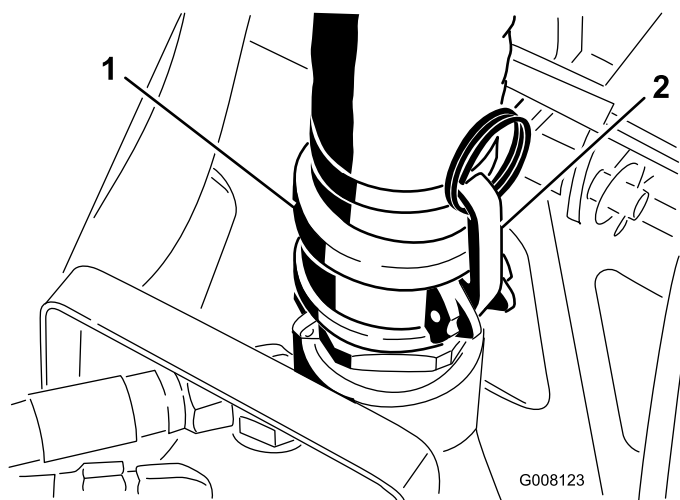

図 13
3. ラッチを解除し、吐出ホースをポンプから外す（図 13）。
定する（図 13）。